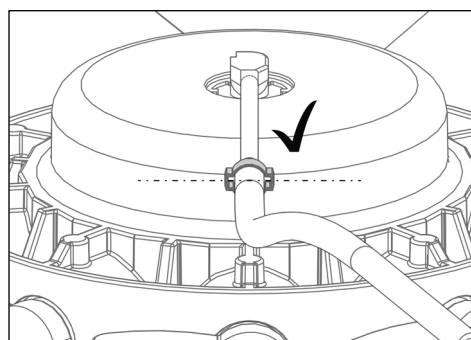

Рис. 18
- 10) Повернуть хомут шланга, как показано на Рис. 18.